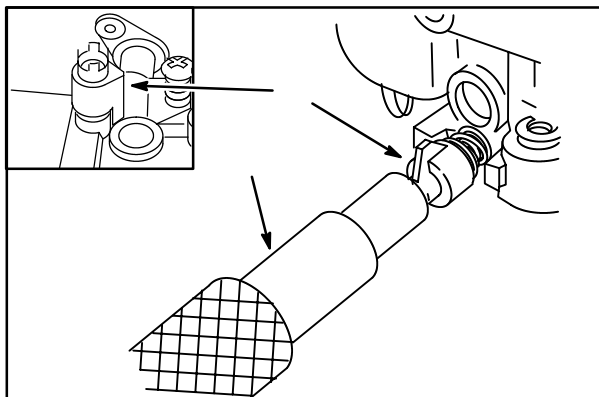

Fig. 13
- a. Posicione a tampa do limitador (7) de forma que os seus fixadores fiquem no ponto intermediário entre os fixadores do corpo do carburador, Fig. 13.